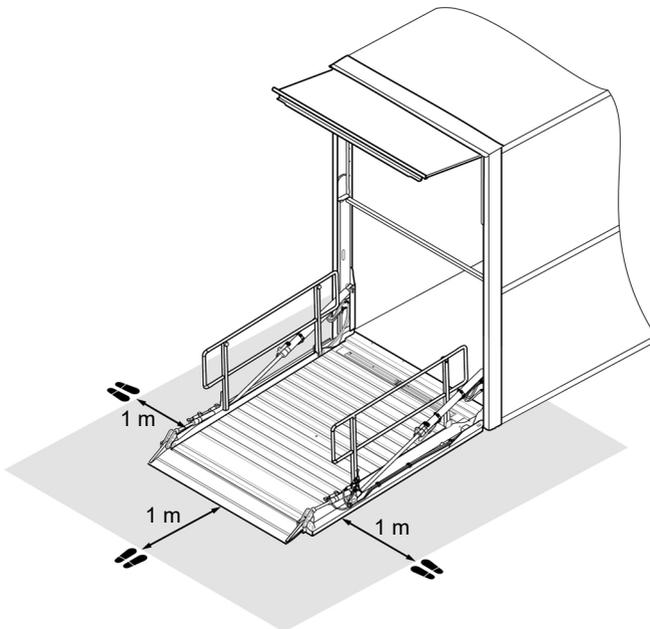

Abbildung 7: Bedienpositionen
- ▶ Halten Sie beim Bedienen des Vertikalliftes vom Boden aus 1 m Mindestabstand zur Plattform ein (siehe Abbildung 7).